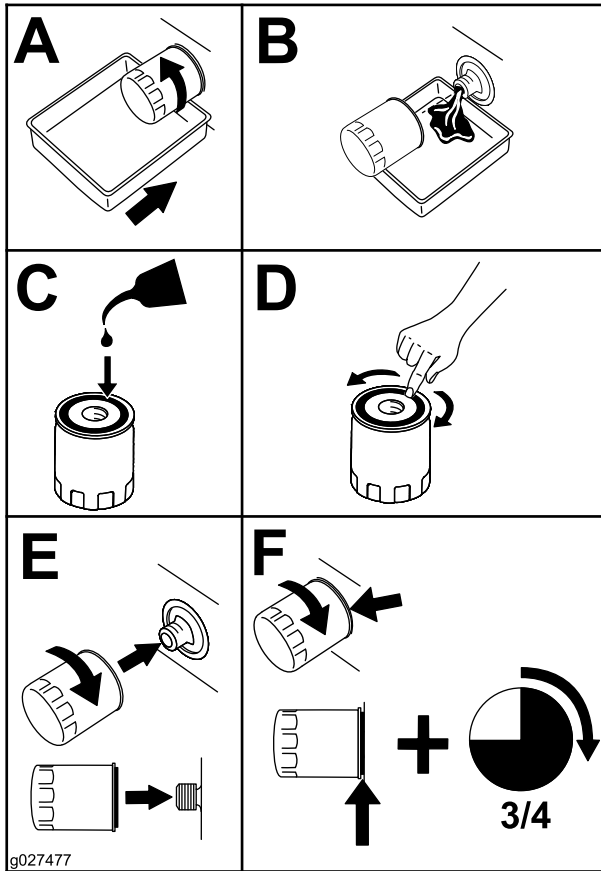

Figura 32
5. Cambie el filtro de aceite del motor (Figura 32).